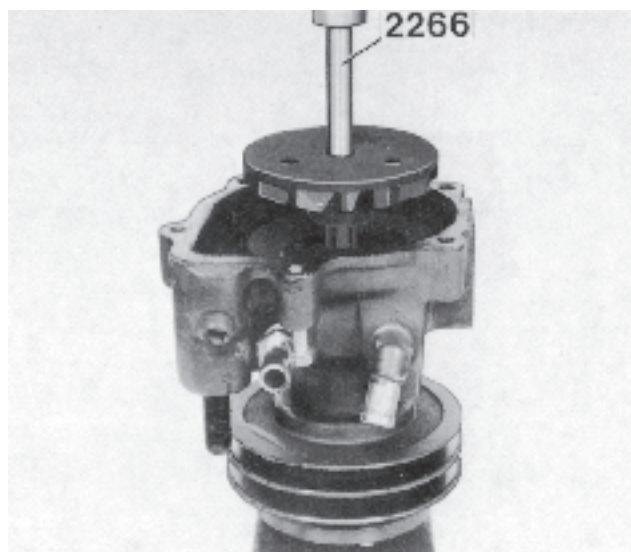

Fig. 151 Montage de la turbine avec l'arbre
9. Poser la pompe comme l'indique la fig. 151 de façon à ce que l'embout d'arbre soit libre. Veiller à ce que le déflecteur soit correctement orienté et faire passer l'arbre à travers la bague d'étanchéité. Enfoncer l'arbre et la turbine jusqu'à avoir un jeu de 0,9 à 1,1 mm entre le corps de pompe et les aubes de la turbine.